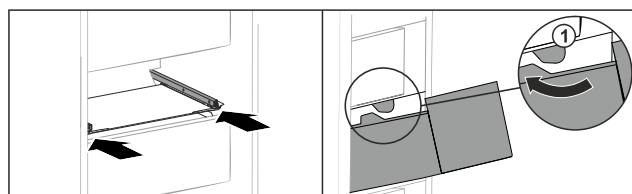

Fig. 204
- Far passare il cassetto intorno ai fermi Fig. 204 (1).